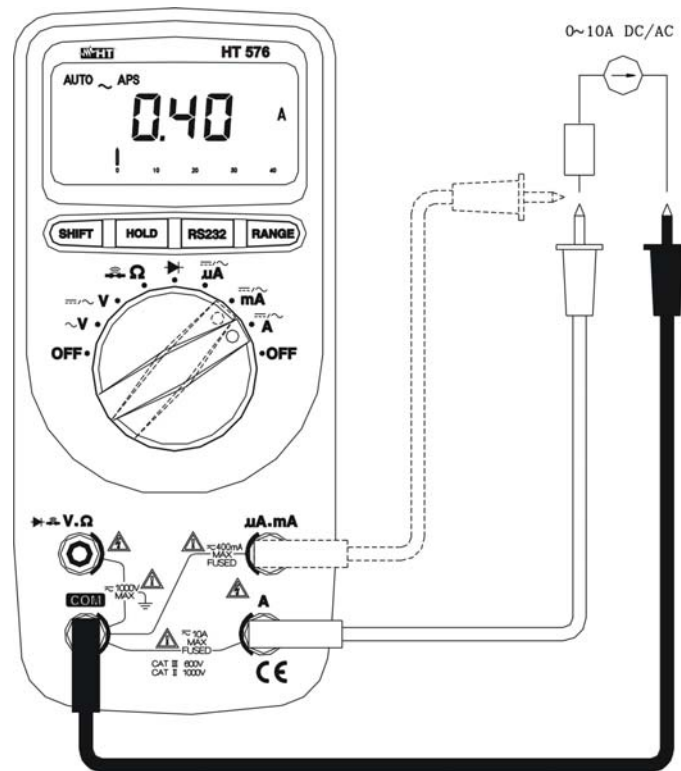

Abb. 7: DC Strommessung
3. Verbinden Sie die rote Messleitung mit der A Buchse, die Schwarze mit der COM Buchse (Abb. 7). Schließen Sie die rote und die schwarze Messleitung in Reihe mit dem zu messenden Strom an und achten Sie auf die Polarität.